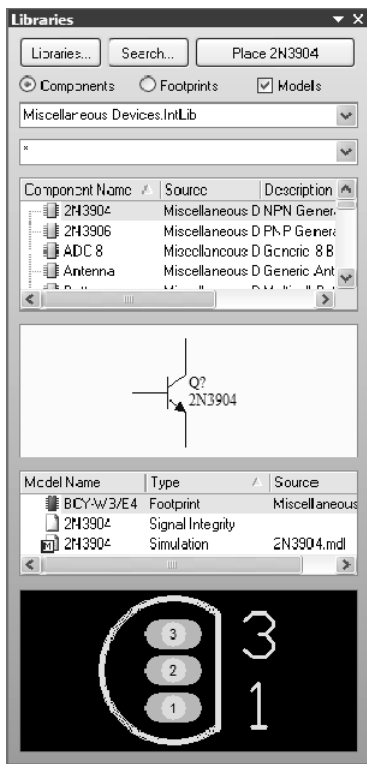

图 3.1 元件库管理面板
执行命令后会弹出元件库管理面板,如图 3.1 所示。现将该面板从上至下各部分的功能介绍如下:
- 首先在元件库管理面板的元件库列表框中(如图 3.1 所示)选中元件所在的库名。